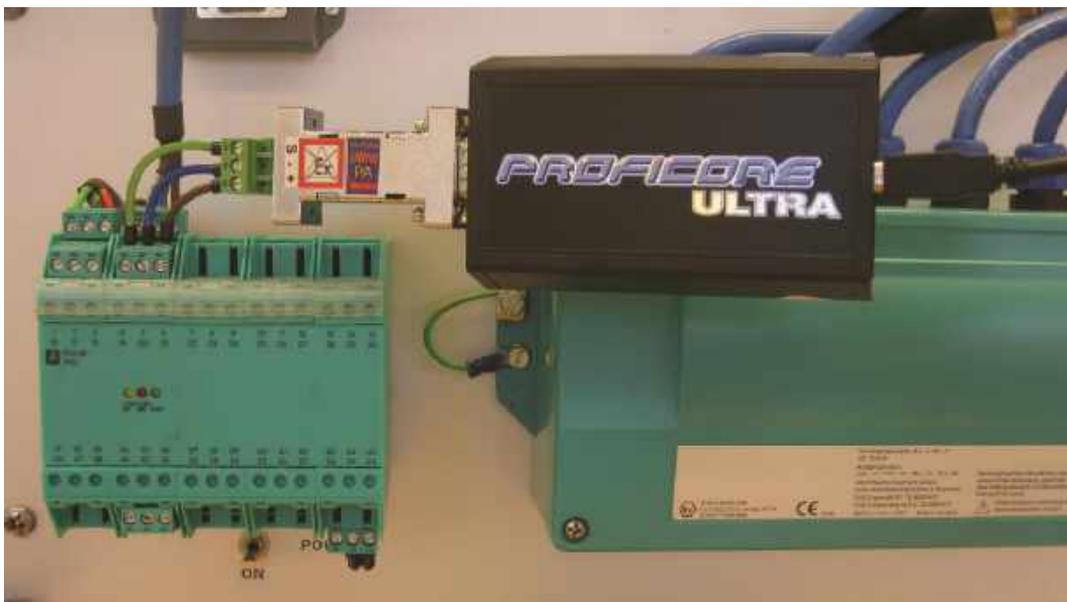

Abb. 11 - PA Probe an die Installation anschließen
Das konfektionierte Kabel der PA Probe an der PA-Installation anklemmen/befestigen (siehe Abb. 11). Der empfohlene Anschlussort ist der PA-Koppler. Die PA Probe setzt KEINE vorgeschriebene Polarität der PA-Signale voraus, der Schirm-/Erdungsleiter (S) muss aber mit dem Koppler verbunden werden, um die Qualität der Messergebnisse zu gewährleisten.